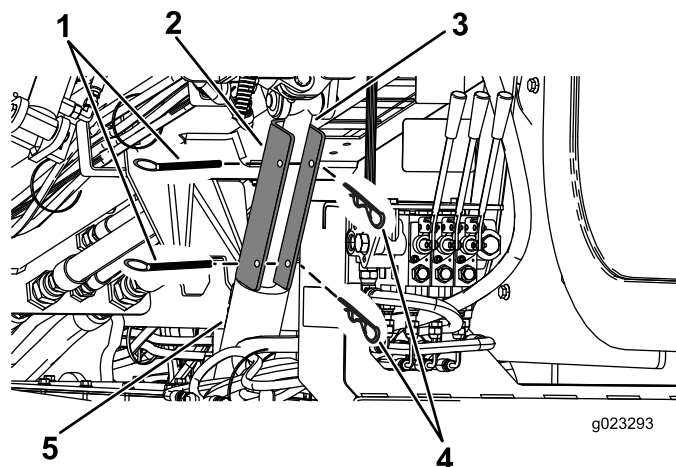

Bild 99
4. Positionieren Sie die Zylinderarretierung über der Zylinderstange (Bild 99).
5. Sichern Sie die Zylinderarretierung mit dem Splint und dem Federstecker (Bild 99).
4. Entfernen Sie den Splint und den Federstecker, mit denen die Zylinderarretierung gesichert ist (Bild 99).